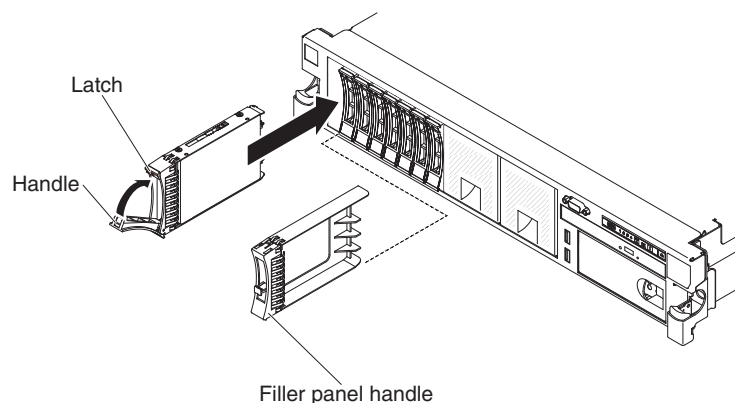

Figura 88. Substituindo uma reinicialização do SAN Volume Controller 2145-DH8 de unidade
4. Certifique-se de que a alça da unidade de disco estiver na posição aberta (destravada), conforme mostrado na Figura 88.